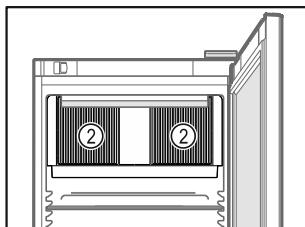

Fig. 60
- Udržiavajte voľné vetricie štrbin Fig. 60 (2) cirkulačného ventilátora vo vnútornom priestore.